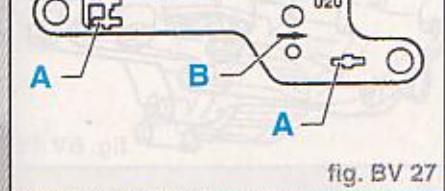
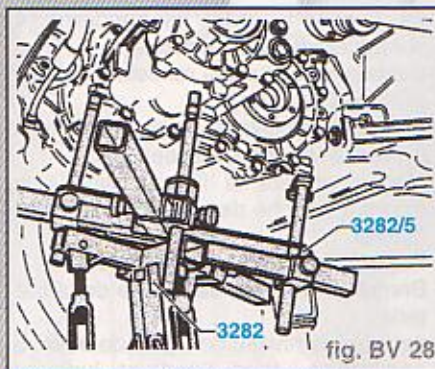

fig. BV 27
fig. BV 28
- Visser les éléments de fixation (A) comme représenté sur la plaque d'ajustage (fig. BV 27).
- Placer le lève-boîte sous le véhicule. La flèche (B) (fig. BV 27) sur la plaque d'ajustage doit être dirigée dans le sens de la marche du véhicule (fig. BV 28).
- Placer le lève-boîte sous le véhicule. La flèche (B) (fig. BV, 27) sur la plaque d'ajustage doit être dirigée dans le sens de la marche du véhicule (fig. BV, 28).
- Dévisser maintenant les vis (A) et retirer la glissière-support **VW 457/1**.